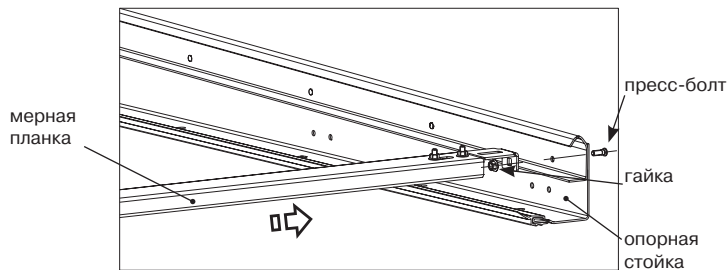

Рис. 7.6. Установка мерной планки
- Закрепить мерную планку к опорным стойкам (рис.7.6), для чего выполнить следующие операции: